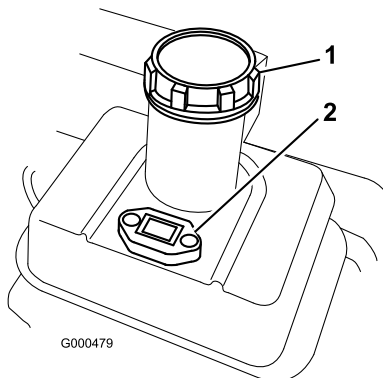

図 17
1. 燃料キャップ（図 17）の周囲をきれいに拭いてキャップ外す。無鉛ガソリンをフィルタ・スクリーンの下まで給油する。入れすぎないこと。